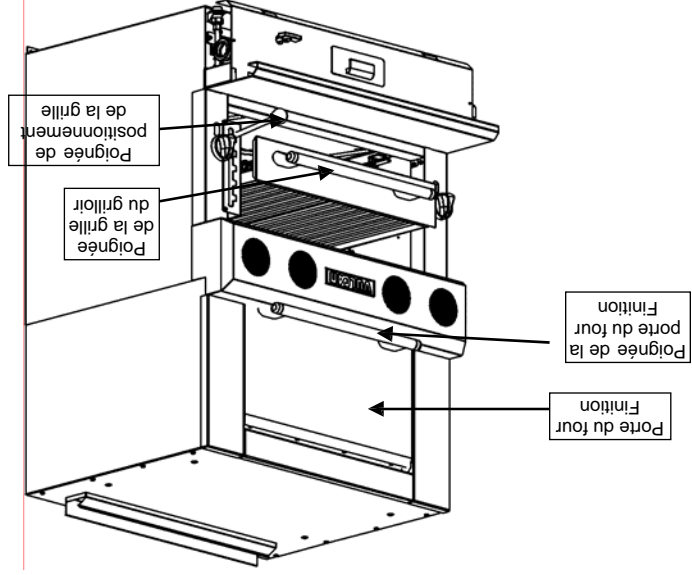

Fig. 22
- Permet à l'utilisateur de tirer la grille pour la dégager de la zone de chaleur, mais la grille ne peut être enlevée complètement du grilloir. Lorsque le produit doit être enlevé de la zone de chaleur, tirer la poignée de la grille vers soi. L'assemblage de la grille, qui est sur des roulements à rouleaux, va glisser jusqu'à ce qu'il se verrouille en place. Pour retourner l'assemblage de la grille au compartiment du grilloir, tirer la poignée de la grille doucement vers le haut et pousser vers l'arrière (Fig. 22).